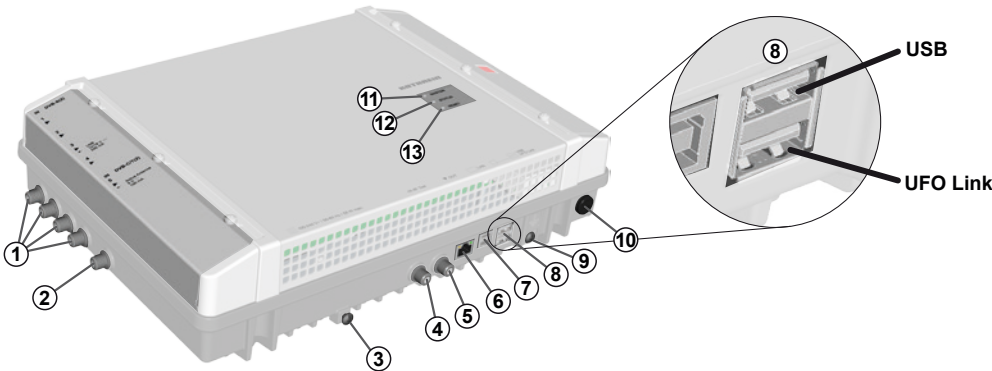

Fig. 1: Elementos del aparato
1. Conecte un cable de compensación de potencial (Cu, $\geq 4 \text{ mm}^2$) al tornillo de puesta a tierra; véase ⑨ en Fig. 1, Pág. 3.